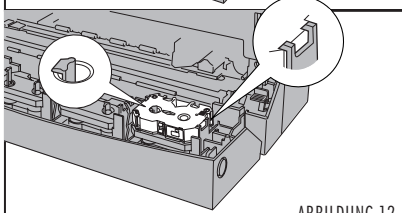

ABBILDUNG 12
4. Nun können Sie die ganze Kassette einsetzen. Achten Sie darauf, dass die Kassette fest in der Halterung sitzt (Abb. 12).